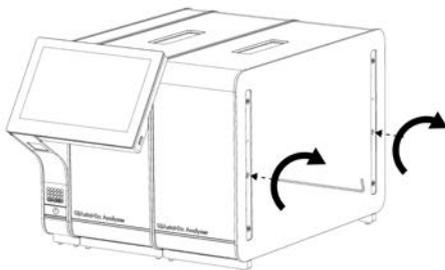

Figure 16. Alignement et connexion du module analytique supplémentaire.
4. Alignez le module analytique supplémentaire sur le module analytique existant. Serrez les vis avec l'outil de montage du module analytique/opérationnel fourni avec le QIAstat-Dx Analyzer 1.0 (figure 16).